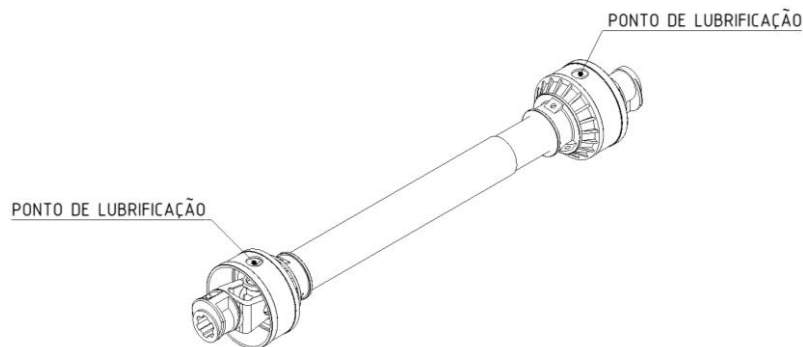

Figura 8.2 - Ejemplo de cardán de transmisión
- **Cardán:** El cardán (*Figura 8.2*) es uno de los componentes que debe comprobar todos los días que trabaje en la máquina y, en este caso concreto, lubricar adecuadamente con la misma periodicidad.